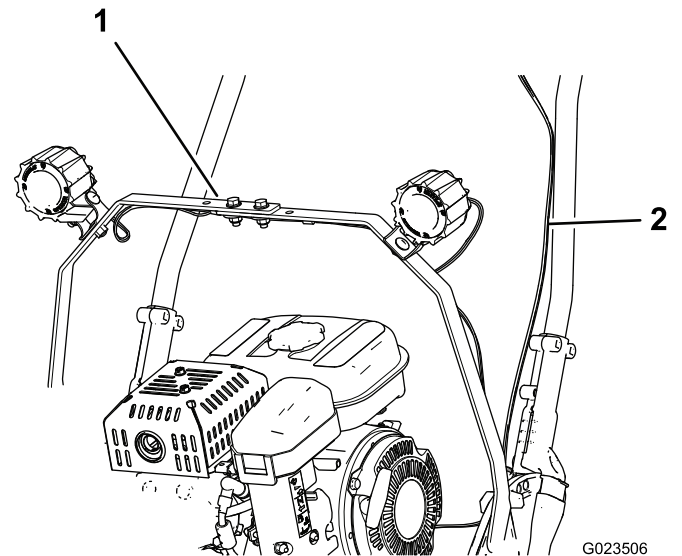

Figura 4
8. Posizionate il cablaggio preassemblato lungo il lato sinistro della stegola e fatelo passare sulla barra luci come illustrato in Figura 4.
9. Collegate i connettori del cablaggio preassemblato alle luci (Figura 4).